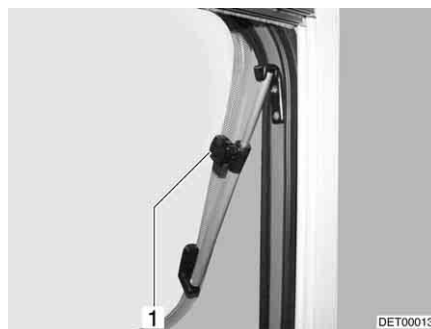

Bild 57 Överkantshängt fönster med vridspärrar, öppet
- Det överkantshängda fönstret öppnas till önskat läge och låses med den lettrade hylsan (Bild 57,1).
- Vrid den lettrade hylsan (Bild 57,1) tills låsningen släpper.